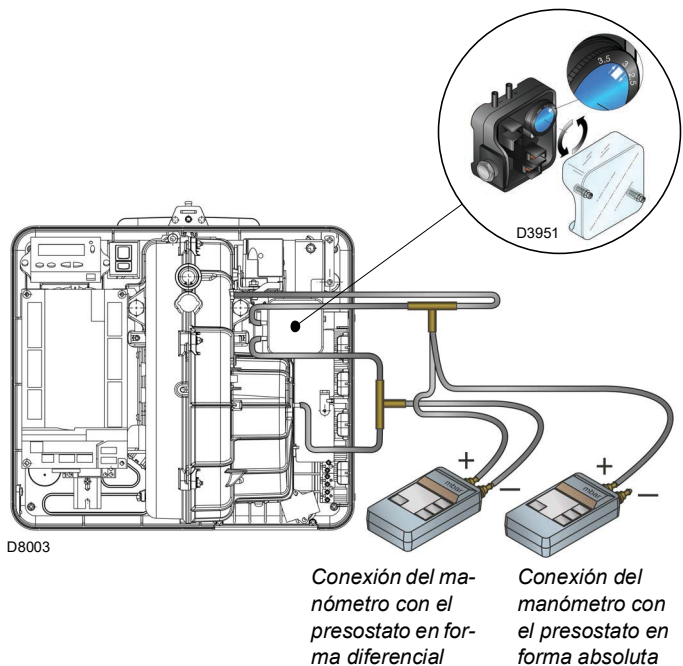

Fig. 30
- Regular el presostato de aire (Fig. 30 a pág. 32) en el inicio de la escala.
Regular el presostato de aire (Fig. 30) después de haber efectuado todas las demás regulaciones del quemador, con el presostato de aire ajustado al inicio de la escala.
La conexión del manómetro se muestra en la Fig. 30. La configuración estándar es la del presostato aire conectado en forma absoluta. Nótese la presencia de una conexión en "T" no suministrada.
En este caso también el manómetro se debe conectar en forma diferencial, como se muestra en la Fig. 30.